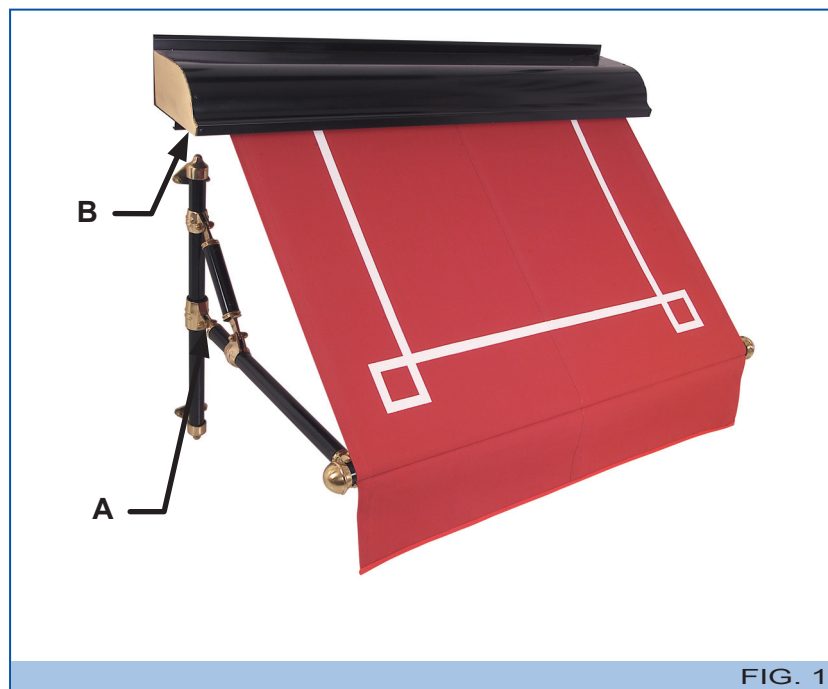

FIG. 1
- L'articulation des bras pour l'inclinaison (A - Fig. 1).
- L'embout situé du côté opposé à la commande (moteur ou treuil-manivelle) (B - Fig. 1).